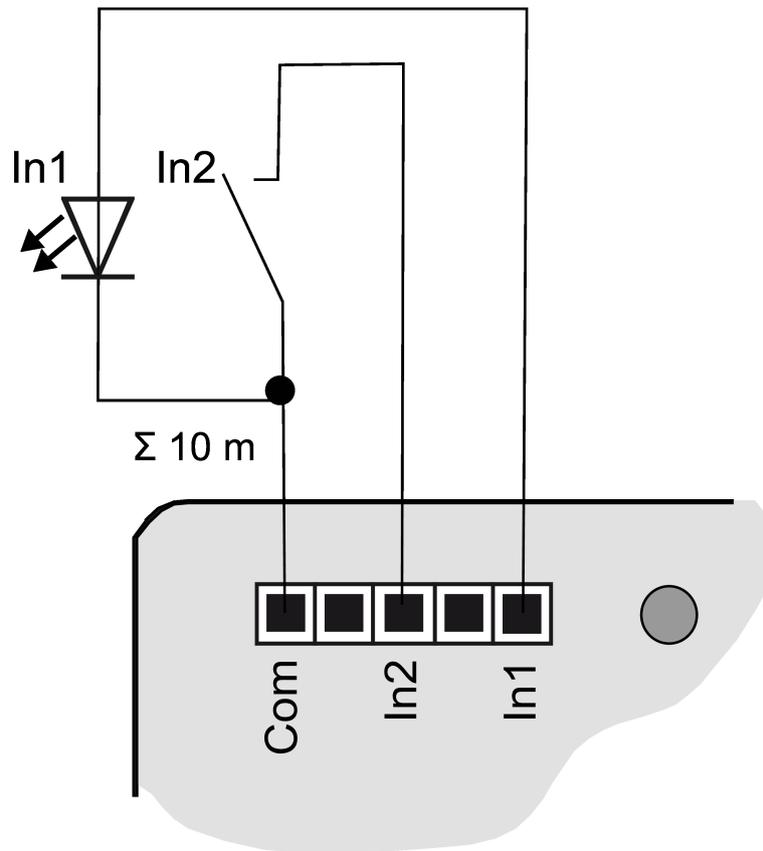
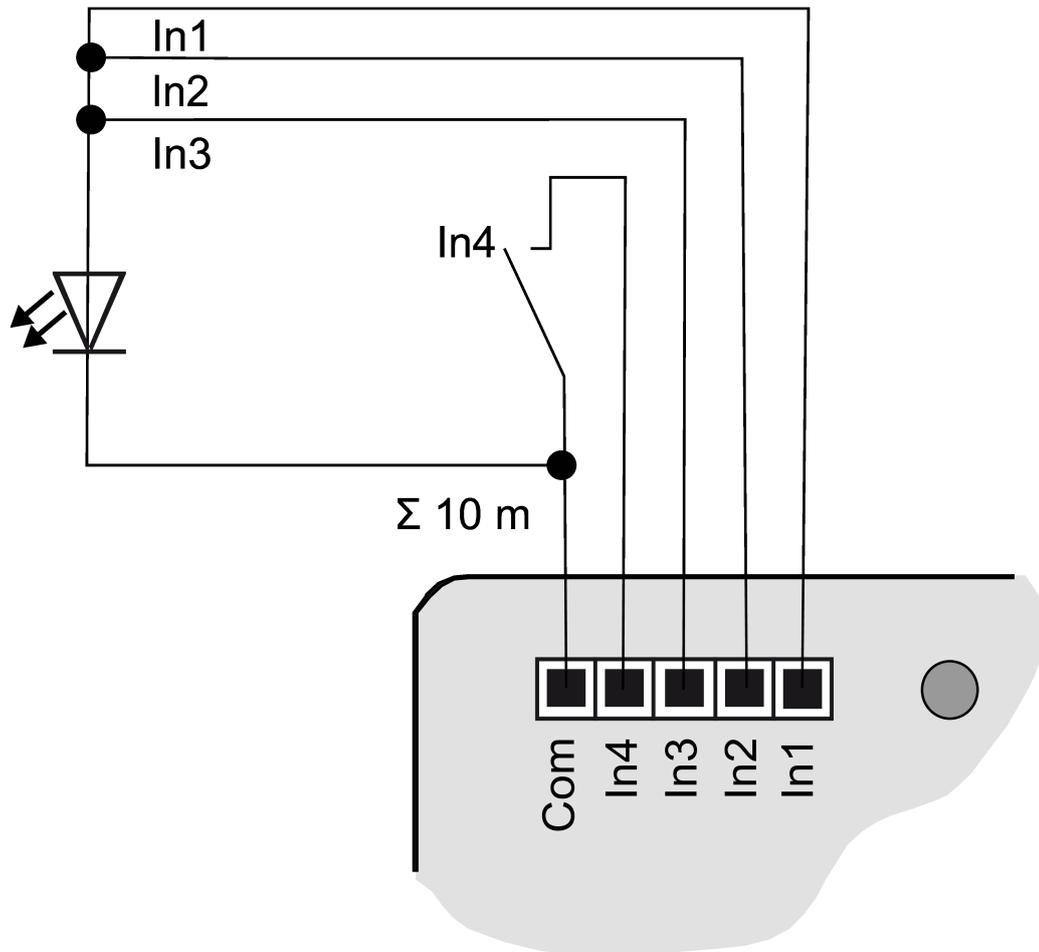

Figure 5: Exemple de raccordement de l'interface de bouton-poussoir double
Figure 7: Exemple de raccordement avec des sorties en parallèle
- Raccorder les boutons-poussoirs, les commutateurs, les contacts ou les LED avec les câbles de raccordement fournis (4) (voir figure 5) à (voir figure 7), conformément aux exemples de raccordement. Les exemples de raccordement illustrent l'utilisation avec des entrées et des sorties.
- i** Pour l'augmentation du courant de sortie, il est possible de brancher des sorties en parallèle avec le même paramétrage. Dans l'exemple (voir figure 7) In1-In3 sont ici branchés en parallèle.